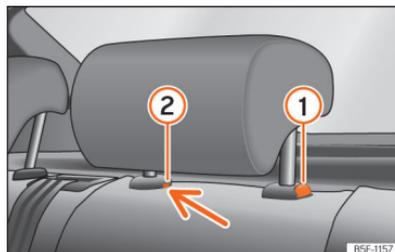

Fig. 75 Encostos de cabeça traseiros desmontagem.
- Pressione o botão »» Fig. 75 ① , pressionando ao mesmo tempo através do orifício da trava de segurança ② com uma chave de fendas plana com um máximo de 5 mm de largura e retire o encosto de cabeça.